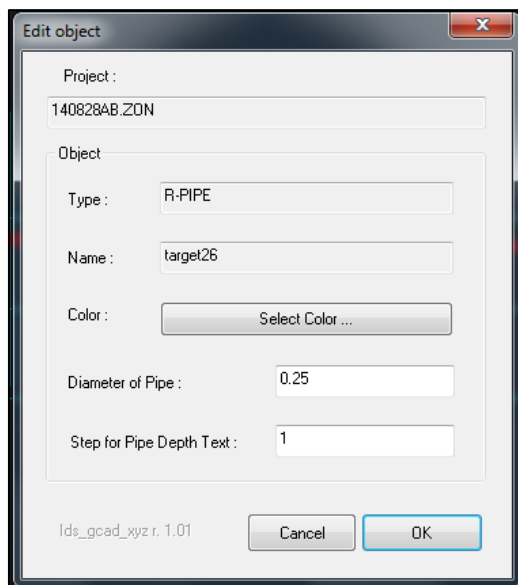

图 110 - 信息命令窗口
- 第 11 步：**对象信息**命令 () 将自动 CAD 光标转换为白色方块：通过选择任何去爵士项目，图 110 图 110 将出现。此窗口将显示有关项目、区域和所选对象（图 110）图 110 的所有一般信息；在此，用户可以决定编辑以下字段：